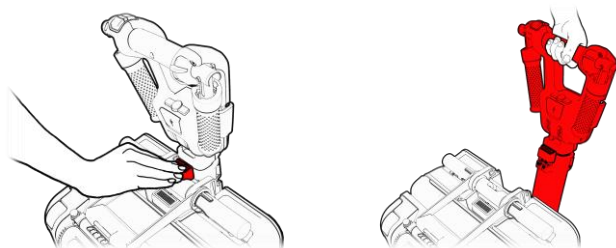

Figura 46
2. Presione el botón de la varilla (vea la Figura 46, paso 1) e inclínelo hacia afuera del cuerpo principal del ATTO (vea la Figura 46, paso 2).